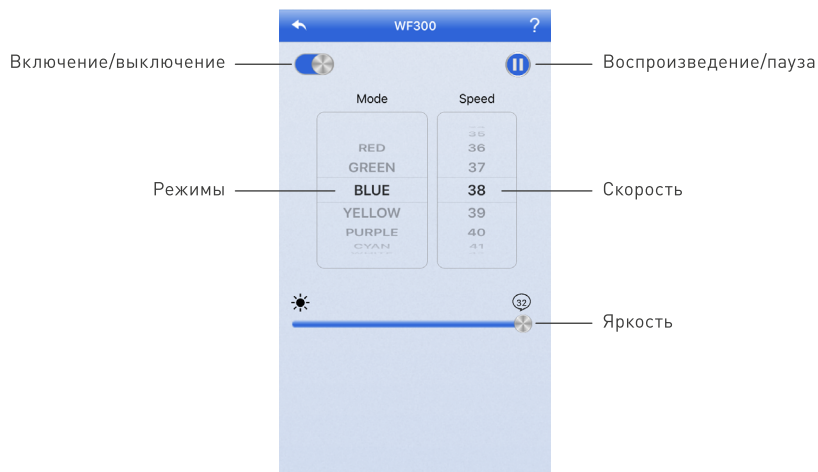

Рисунок 5.
- Выберите контроллер, чтобы войти в режим управления (Рис. 5).